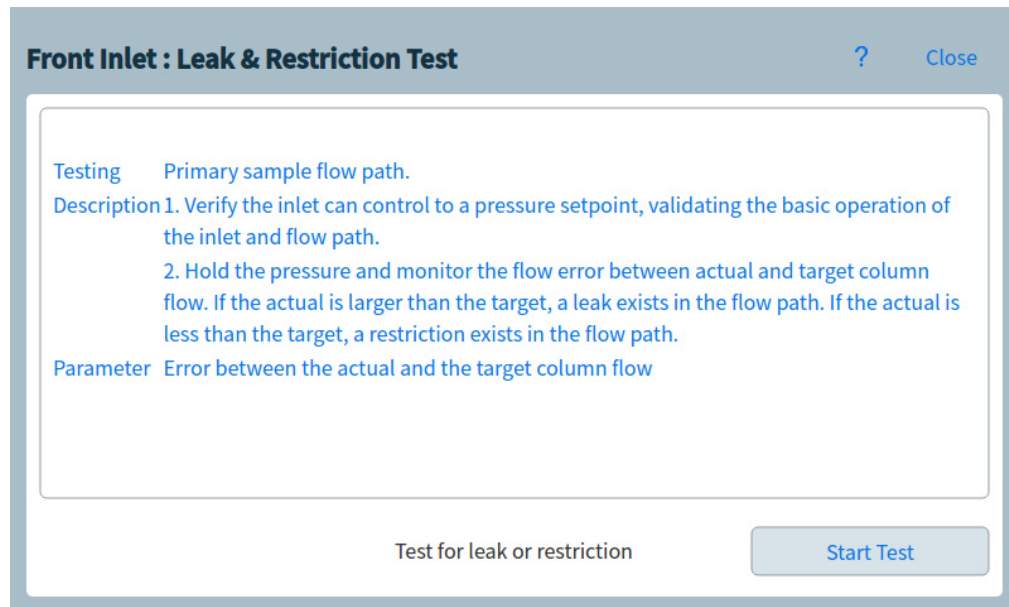

Abbildung 42. Seite „Leak & Restriction Test“ (Test auf Lecks und Verengungen)
- 2 Wählen Sie den gewünschten Test. Die entsprechende Testseite wird eingeblendet. Die Testseite enthält eine Testbeschreibung und einen Hinweis auf den getesteten Parameter. Siehe „**Abbildung 42**“.